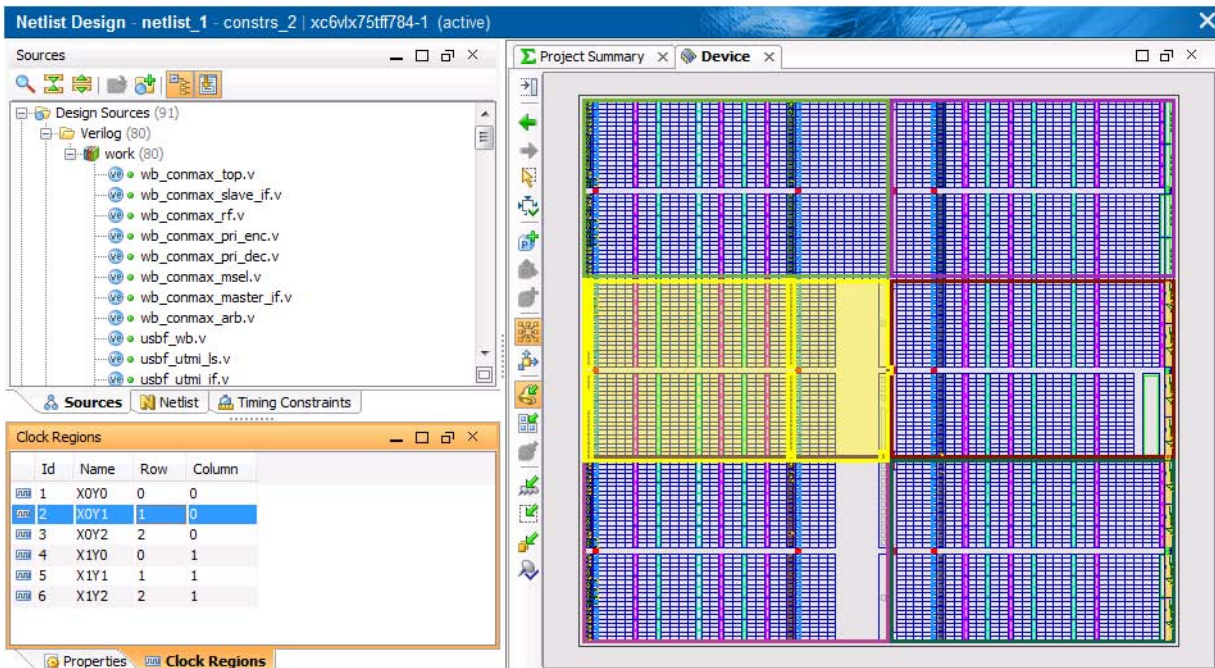

図 7: クロック領域プロパティの表示
選択したクロック領域が [Device] ビューでハイライトされます (図 7)。
3. [Statistics] タブをクリックし、スクロールダウンしてロジックの内容を確認します (図 7 の一番下)。